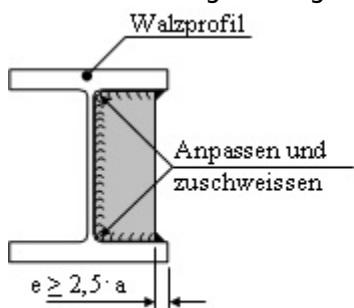

Bild 1
- Bei ruhender und vorwiegend ruhender Beanspruchung sind Ecken von Aussteifungen, Verstärkungsrippen und quer zu Längsblechen/ Längsträgern verlaufende Bleche in der Ecke anzupassen und rundherum zu verschweißen. Dies betrifft sowohl gewalzte als auch geschweißte Längs-Profile. Am Profilrand ist die Steife/ die Verstärkungsrippe/ das Querblech um das Mass  $e \geq 2,5 \cdot a$  zurückstehen zu lassen oder muss mit einer Fase versehen werden, die  $(a + 2)$  mm tief ist, damit eine ausreichende Umschweissung sichergestellt ist (Bild 1 und Bild 2).
- Bei dynamischer Belastung gilt für die Eckausführung das gleiche (Bild 1 und Bild 2), wenn die Dicken der beteiligten Bauteile  $\leq 15$  mm sind (Gurtbleche, Stegbleche, Steifen u.a.), da dann die Kerbwirkung aus Spannungsanhäufung durch Nahtkreuzung der Längs-/ Quernähte bzw. Walzspannung im Radius/ Quernähte geringer einzustufen ist, als die Kerbwirkung, verursacht durch eine Ausnehmung.